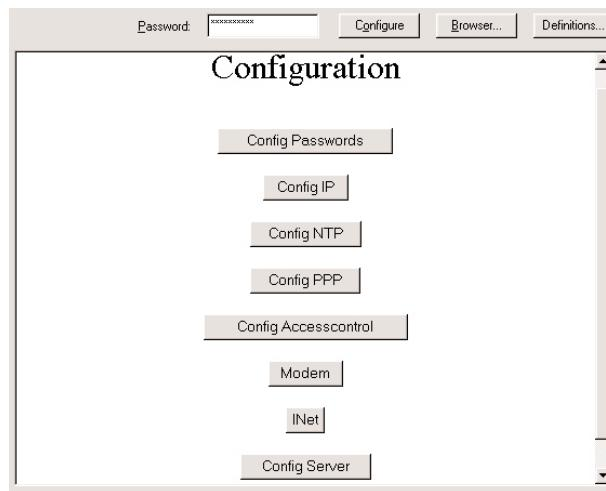

Bild 16: Konfigurations-Parameter im Gateway-Browser
- 6** Wenn das im Gateway-Browser angegebene Passwort falsch ist, öffnet sich bei jedem Aufruf einer Konfigurations-Seite im Gateway-Browser ein Netzwerk-Authentifizierungsdialog des Betriebssystems und fordert erneut die Eingabe des korrekten Systemadministrator-Passwortes. Erst bei einer fehlerfreien Eingabe werden die Konfigurations-Parameter im Browser-Fenster (D) angezeigt (vgl. Bild 16).